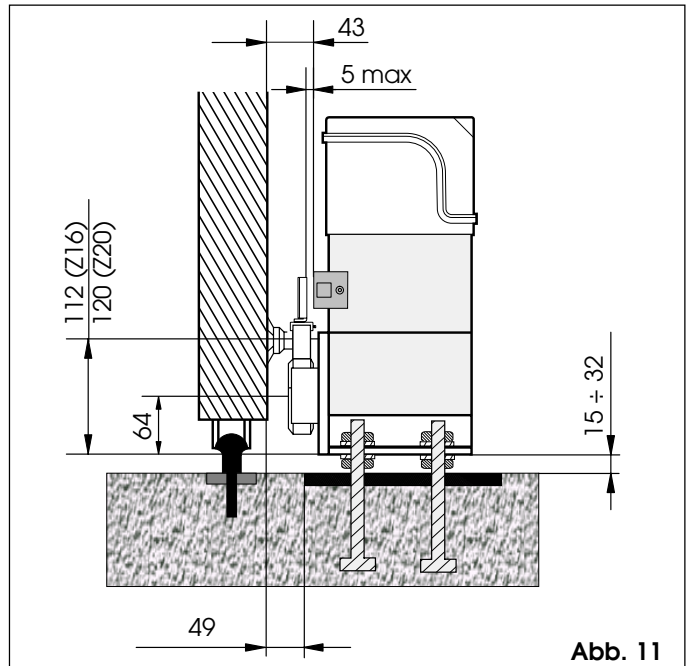

Abb. 11
- 4) Unter Bezugnahme auf Abb. 11 die Höhe der Fußstützen und den Abstand zum Tor einstellen.